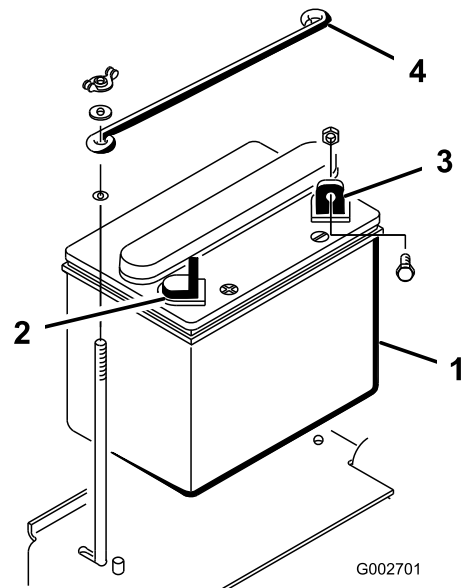

図 5
1. マイナス端子を車体後方に向けてバッテリーを車体に載せる(図5)。